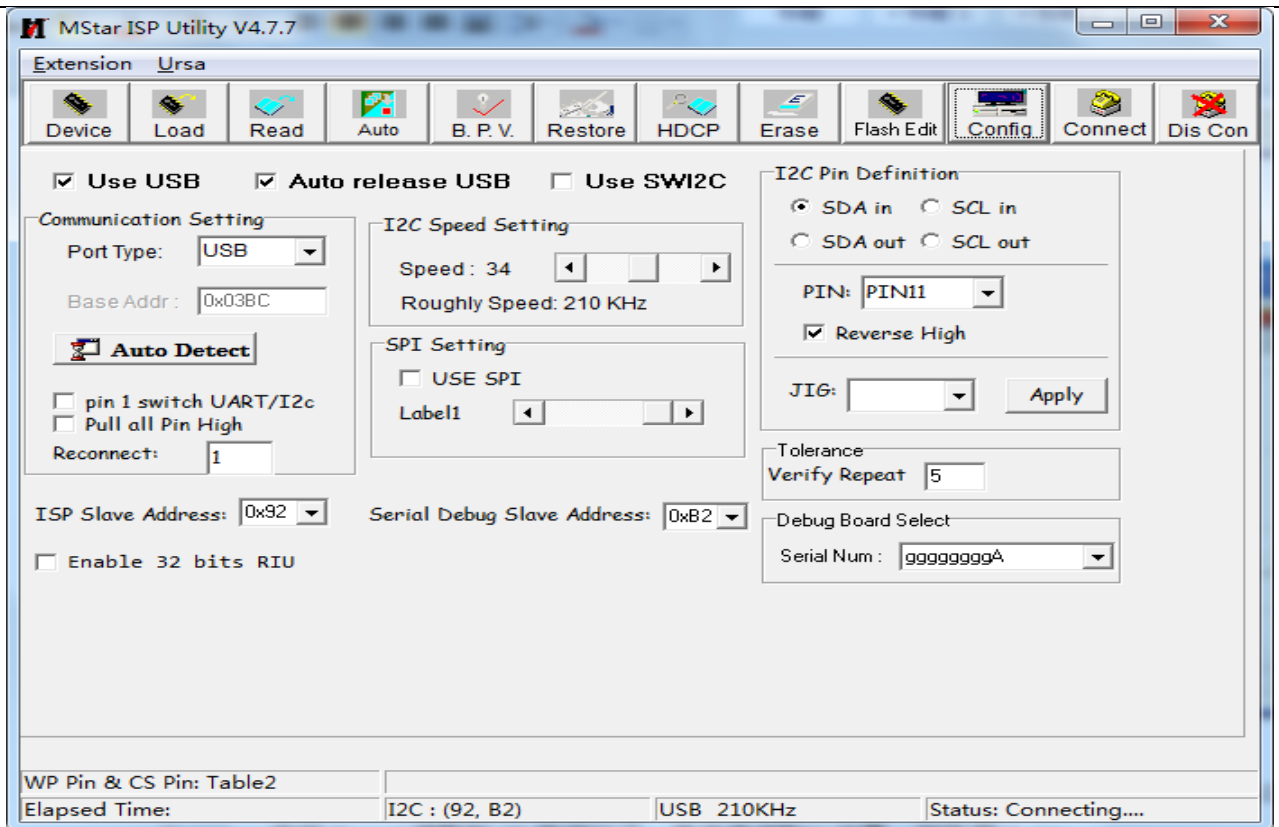

图 3.3
- 6) 将 Use USB 勾选，ISP Slave Address 选择 0x92，Serial Debug SlaveAddress 选择 0xB2，I2C Speed Setting 中的 Speed 调整到 34 就可以了(有问题可以适当下调到 25 左右)，其他使用默认设置。如下图 3.3。